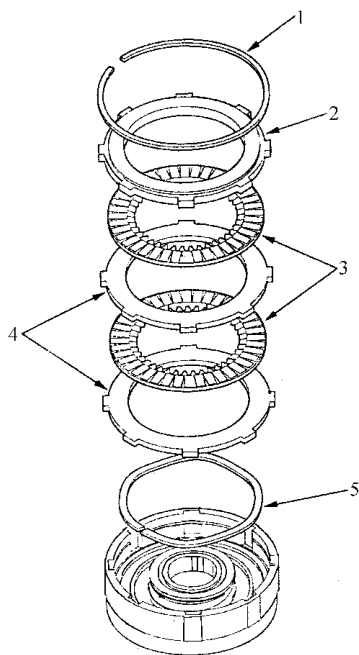

图 5-116 拆卸离合器
1) 如图 5-116 所示, 如果安装了卡环, 离合器底板、离合器盘、离合器和波形弹簧, 则将它们拆卸。